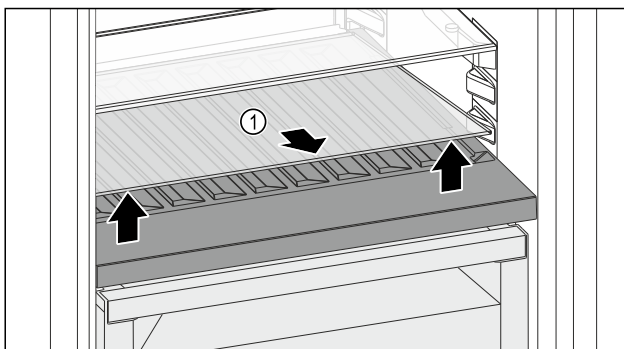

Fig. 110
- Sollevare il ripiano di vetro Fig. 110 (1) dall'incavo anteriore e rimuoverlo.
- Conservare il ripiano di vetro Fig. 110 (1) fuori dall'apparecchio in un luogo sicuro.